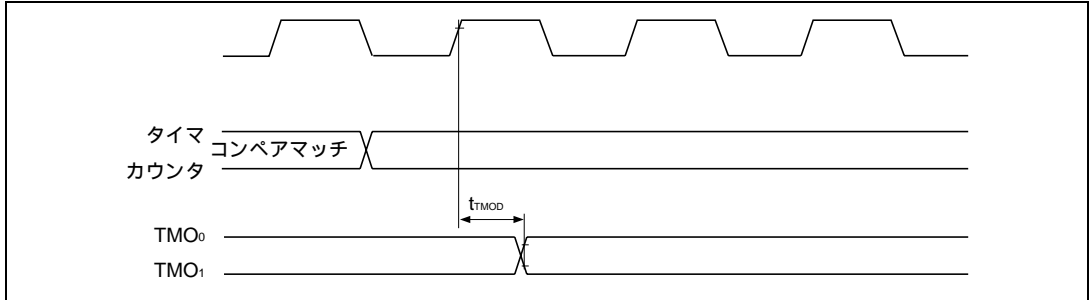
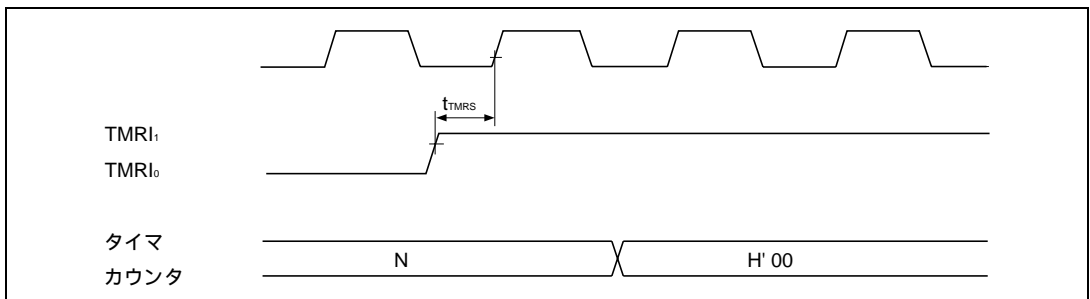

図 19.12 8ビットタイマ出力タイミング
図 19.14 8ビットタイマリセット入力タイミング
19.3.4 8 ビットタイムタイミング	図 19.12 ~ 図 19.14